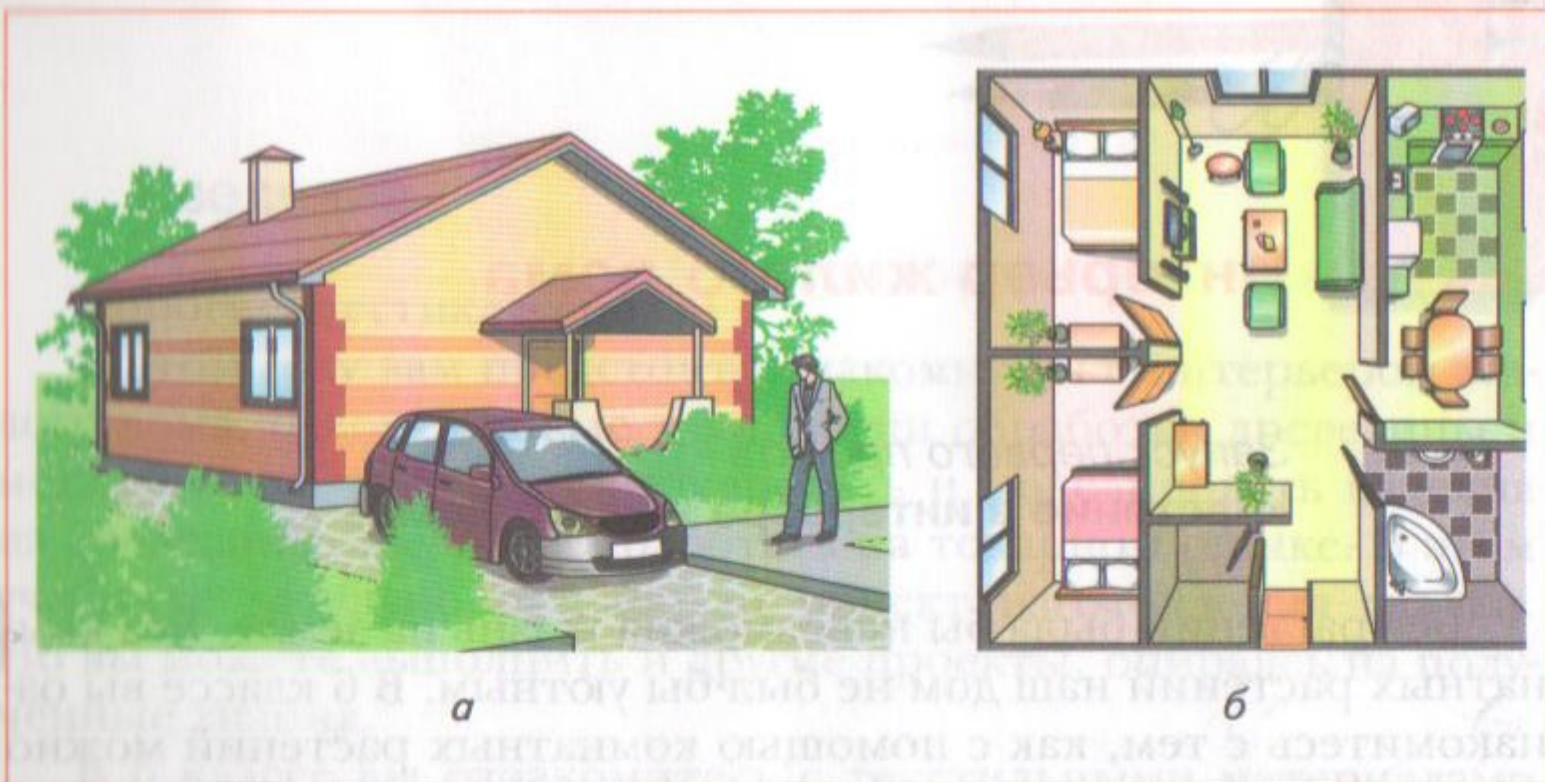

Рис. 1 Общий вид (а) и планировка (б) одноэтажного жилого дома (вид сверху)
*Жилой дом* — это отдельное здание, состоящее из комнат и вспомогательных помещений и предназначенное для проживания людей (рис. 1). Помимо жилого дома, существуют другие *жилые помещения*: комната, квартира, многоквартирный дом.